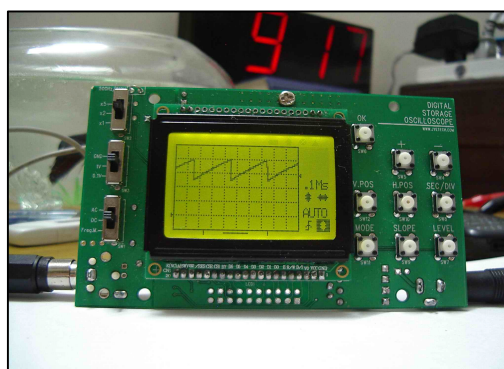

图 6
- 3) 接通电源, 示波器屏幕上应看到类似于图 6 的波形。